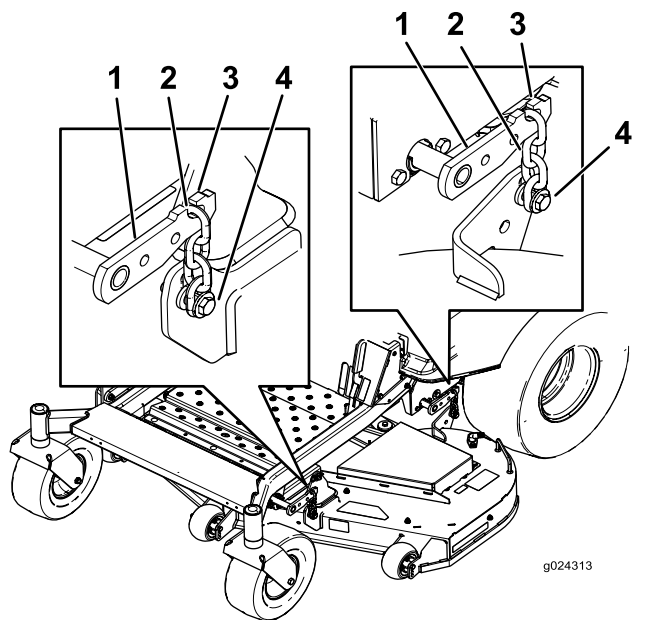

Figura 64
5. Afloje los pernos de ajuste en las cuatro esquinas, hasta que la carcasa quede bien asentada sobre los cuatro bloques (Figura 64).
6. Asegúrese de que las cuatro cadenas están tensadas (Figura 64).
7. Apriete los cuatro pernos de ajuste (Figura 64).